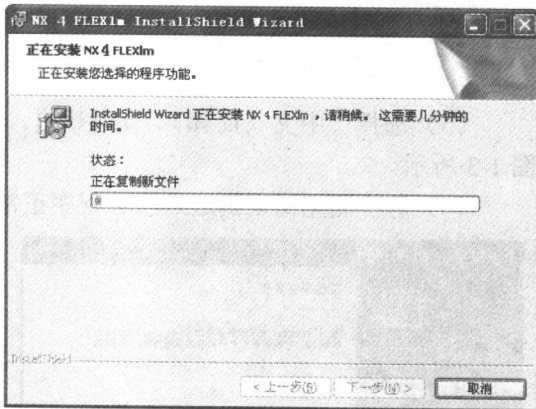

图 1-8 NX 4 FLEXlm 程序安装界面
- (11) 单击 **安装(I)** 按钮开始 NX 4 FLEXlm 程序的安装, 如图 1-8 所示。